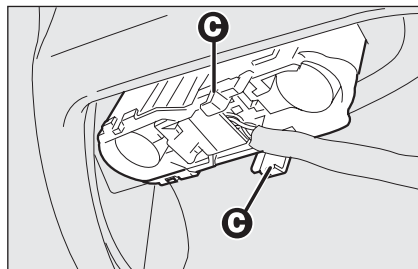

fig. 34
- ☐ baje la tapa y saque el grupo portalámparas tirando de las lengüetas de fijación **C-fig. 34**;
- ☐ vuelva a montar el grupo portalámparas fijándolo correctamente en su posición mediante las lengüetas de fijación **C-fig. 34**;